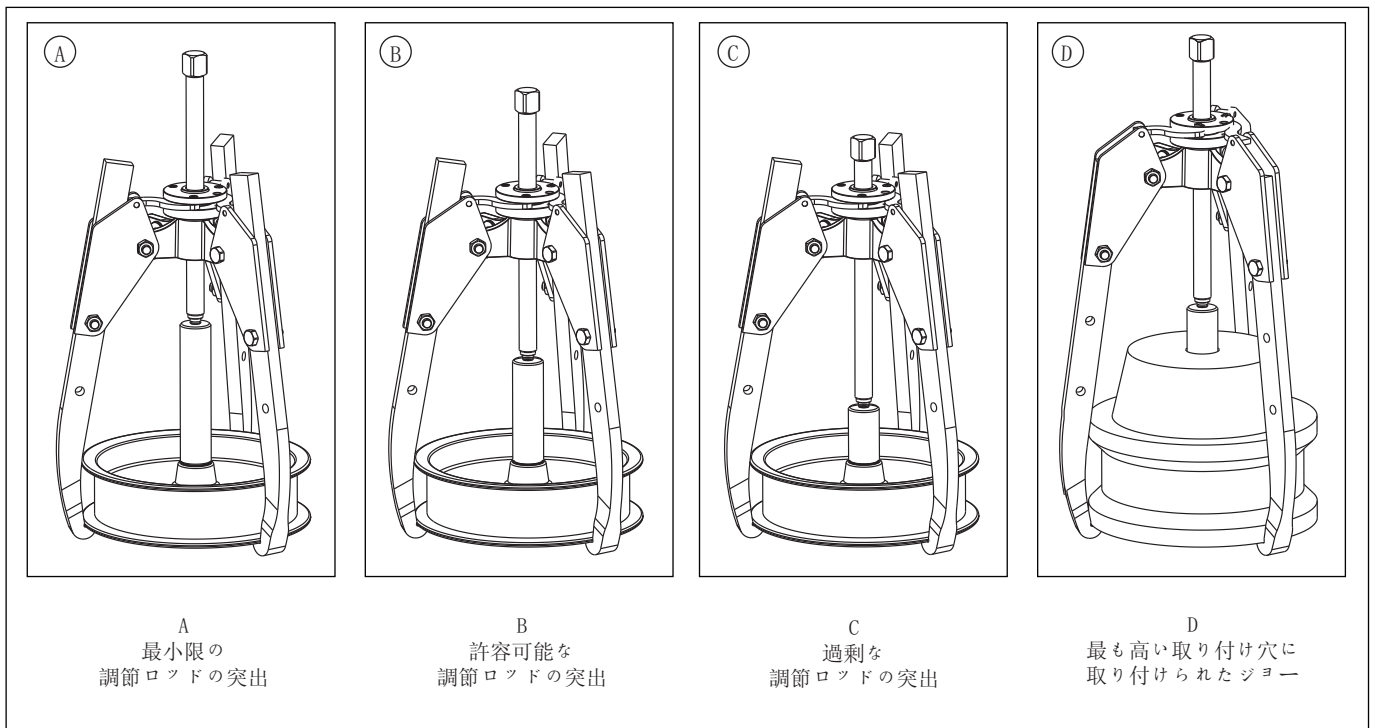

図6: ジョーの取り付け位置と調節ロッドの高さ
- 調節ロッドを時計回りに回転すると、プーラー本体の下方に押し出されます。荷重がかかっているロッドが長くなり、プーラーの操作中にロッドが曲がる可能性が高まります。図6のA、B、Cを参照してください。
- 大型の構成部品のために追加的なスペースを設ける必要がある場合に限り、最も高い取り付け穴を使用してジョーを取り付けてください。図6のDを参照してください。